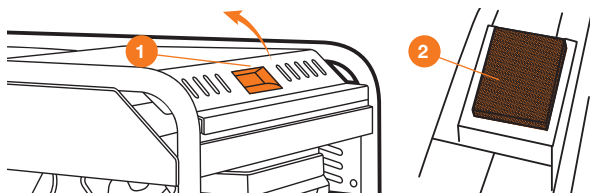

Рис. 18
- Поднимите верхнюю крышку **1** генератора (Рис. 18).